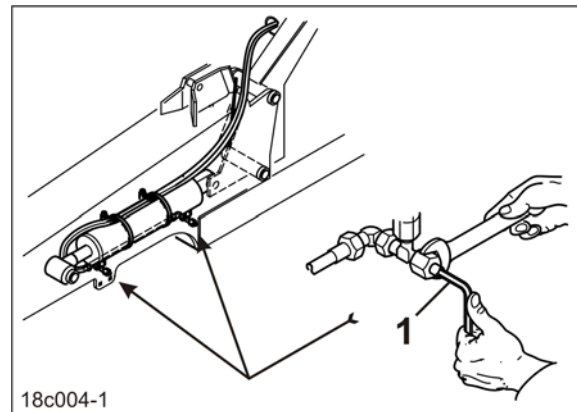

Fig. 138
Ændr olietilførslen til hydraulikcylinderen på en drossel ved hjælp af en unbrakonøgle (Fig. 138/1). Maskinen har 4 drosler.
2. Foretag indstillingen [se tabel (Fig. 138)].